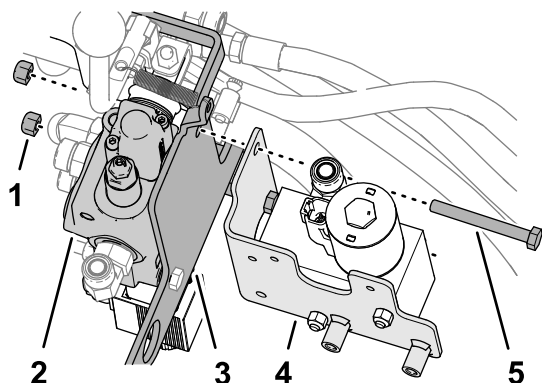

Figura 17
1. Retire los 2 pernos traseros (5/16" x 2¾") y las 2 contratuercas (5/16") que fijan la válvula auxiliar al soporte de la válvula, tal y como se muestra en la Figura 17.